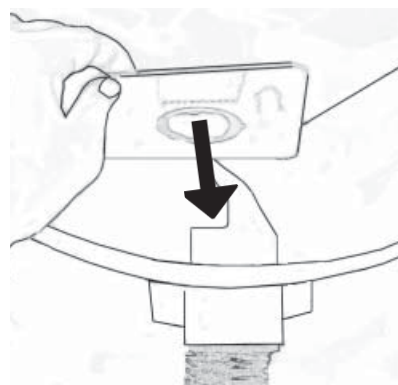

Fig. 24
1. Placez la partie cartonnée du sac à poussière dans le support pour sac, fig. 24.